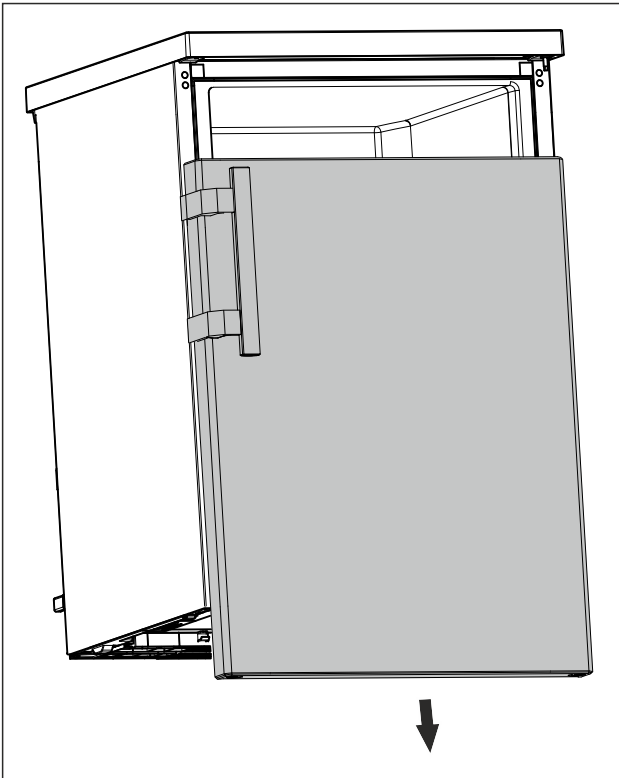

Fig. 9
- Vegye le lefelé az ajtót. (lásd Fig. 9)